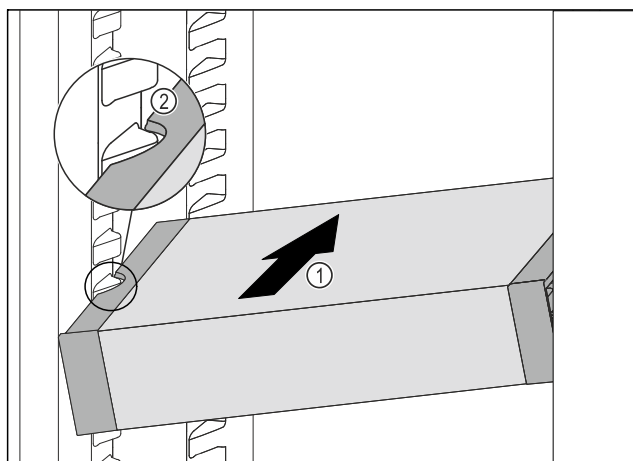

Fig. 139
- ▶ Zasuňte VarioSafe do chladničky pod úhlem tak Fig. 139 (1), aby vybrání na bocích Fig. 139 (2) VarioSafe byla na úrovni žebrování na nádoby v chladniče.